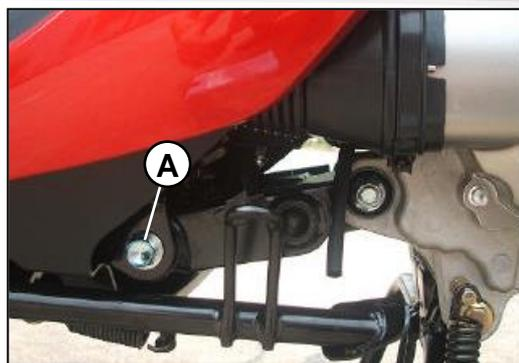

Fig. 16
Retire el perno izquierdo (A) del soporte chasis motor. **Fig.16**